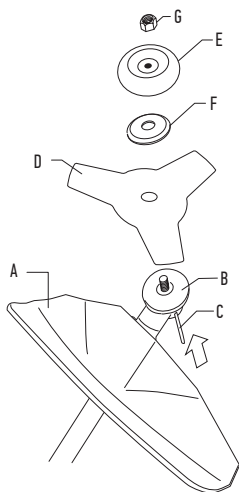

Fig. 4
- ▶ Rimuovere l'estensione della protezione del rifinitore (Fig.4).
- ▶ Montare il disco di trasmissione (B) sull'albero di uscita.
- ▶ Inserire un perno di bloccaggio (C) nel foro per bloccare l'albero.
- ▶ Montare la lama (D) e la flangia di supporto (F) sull'albero di uscita.
- ▶ Montare la coppa di supporto (E).